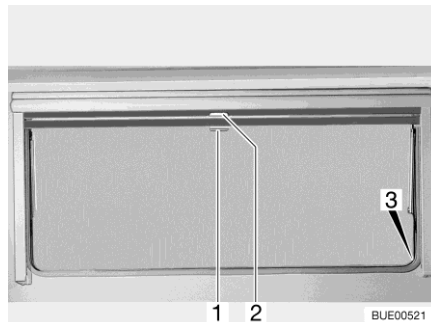

Fig. 97 Fenêtre projetante
- Tirer le store occultant vers le bas en le maintenant par la poignée (Fig. 97,2). Lorsque le store occultant est complètement fermé, l'accrocher des deux côtés du cadre de la fenêtre dans le dispositif de blocage (Fig. 97,3).
- Lorsque le store occultant est complètement fermé : Appuyer sur la poignée (Fig. 97,2) vers le bas tout en la tirant légèrement vers l'intérieur. Décrocher à droite et à gauche le store occultant du dispositif de blocage du cadre de la fenêtre.
- Si le store occultant se trouve dans une position intermédiaire : Tirer la poignée (Fig. 97,2) vers le bas jusqu'à ce que le dispositif de blocage se débloque.
- Tirer la moustiquaire par la poignée (Fig. 97,1) vers le bas et l'accrocher des deux côtés sur le cadre de la fenêtre dans le dispositif de blocage (Fig. 97,3).
- Appuyer sur la poignée (Fig. 97,1) vers le bas tout en la tirant légèrement vers l'intérieur. Décrocher à droite et à gauche la moustiquaire des dispositifs de blocage du cadre de la fenêtre.